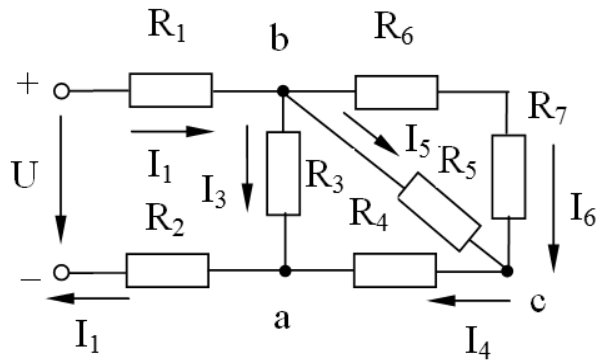

Рисунок 3 – Электрическая цепь постоянного тока к задаче
**Задача.** Определить токи и напряжения на отдельных участках схемы (рисунок 3), если напряжение на входе  $U = 240$  В, а сопротивления резисторов:  $R_1 = R_2 = 0,5$  Ом,  $R_3 = R_5 = 10$  Ом,  $R_4 = R_6 = R_7 = 5$  Ом. Определить мощность  $P$ , потребляемую электрической цепью.